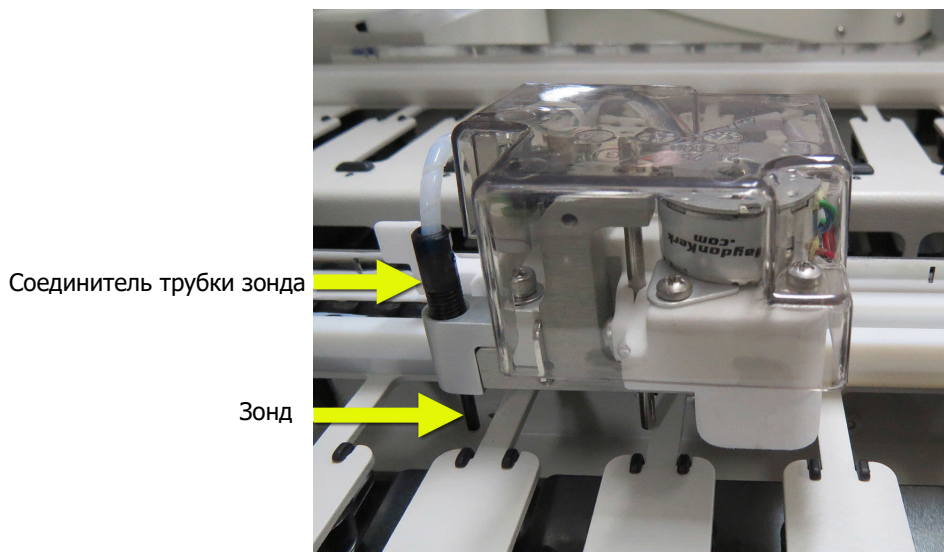

Рисунок 139: Протрите все три зонда роботов для разлива 70% раствором спирта (показан зонд)
6. Отвинтите соединитель трубки зонда, который вы заменяете, продвиньте зонд вверх и извлеките его из робота (см. **Рисунок 139**).